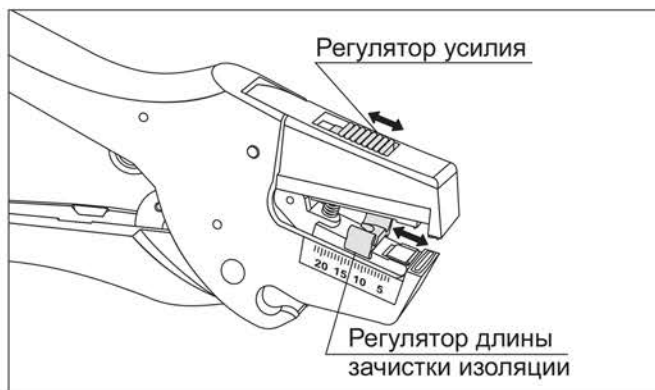

Рисунок 3
5.3 Установить с помощью регуляторов усилия и длины зачистки необходимые параметры: усилие механизма удаления изоляции и длину зачистки (рисунок 3).